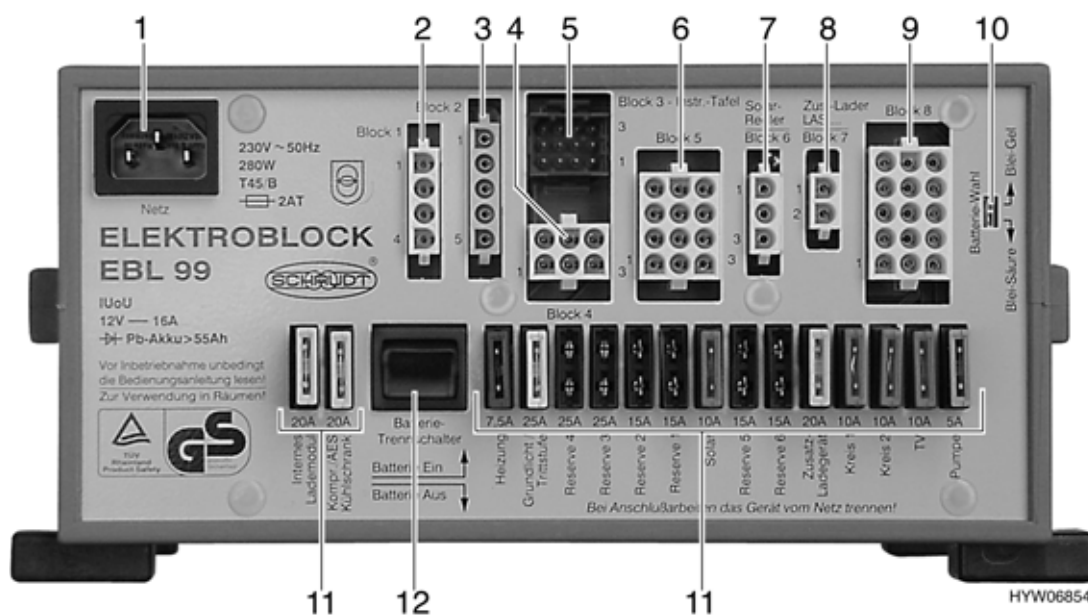

Fig. 61 Centralina elettrica EBL 99
La centralina elettrica (Fig. 61) è situata sotto al sedile del guidatore.
L'interruttore staccabatteria (Fig. 61,12) serve a disinserire tutte le utenze a 12 V dell'abitacolo, anche la valvola di sicurezza/di scarico. In tal modo si evita uno scaricamento eccessivo delle batterie dell'abitacolo nei lunghi periodi di fermo del veicolo (per esempio in occasione di inattività temporanea).
- ▷ L'impostazione di stabilimento del selettore batteria (Fig. 61,10) ("Piombo-Gel") non deve essere modificata.